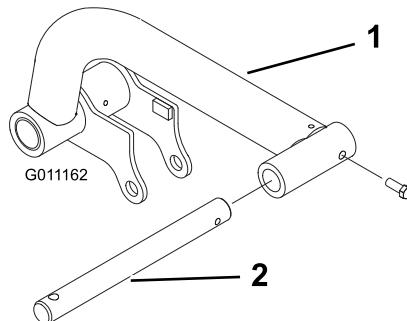

Рисунок 7
1. Вставьте ось поворота в каждый подъемный рычаг и совместите монтажные отверстия (Рисунок 7).